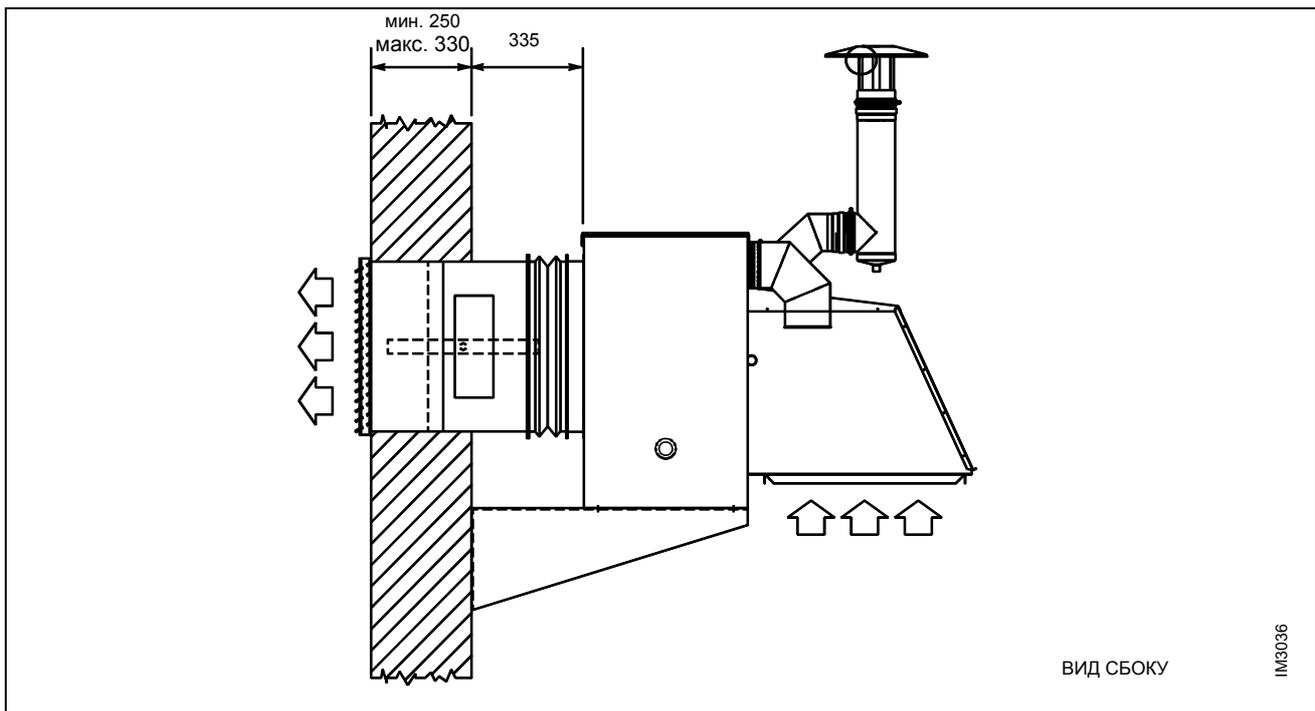

Рисунок 9 – МИНИМАЛЬНЫЙ И МАКСИМАЛЬНЫЙ РАЗМЕР СТЕНЫ
- M) Установить между заслонкой для прерывания пламени и патрубком противовибрационную муфту. На Рисунок 9 показаны минимальный и максимальный размеры стены для установки подающей решетки, заслонки для прерывания пламени без добавления частей каналов.
Компания "ROBUR S.p.A." поставляет опорные кронштейны-скобы быстрой установки, специальной конструкции для воздухонагревателей М ХТ. Если пользователь желает обойтись без данных приспособлений, ниже дается схема с указанием идеальных размеров кронштейнов; как альтернатива, используйте Рисунок 9, на котором показано минимальное расстояние (315 мм) и максимально возможное расстояние (370 мм) между воздухонагревателем и стеной. Для крепления устройства на опорной скобе скобу следует закрепить с помощью 4 болтов М10.